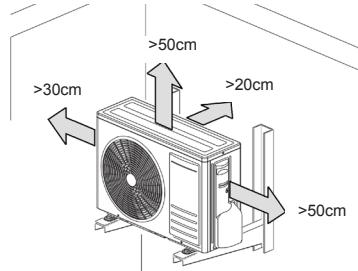
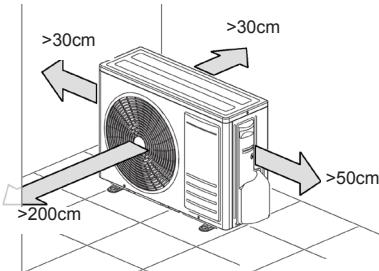

fig. 6 -
fig. 7 -
- Poziționați-o respectând distanțele minime față de pereti, mobile sau alte obiecte care pot exista în jur "fig. 6 -" e "fig. 7 -".